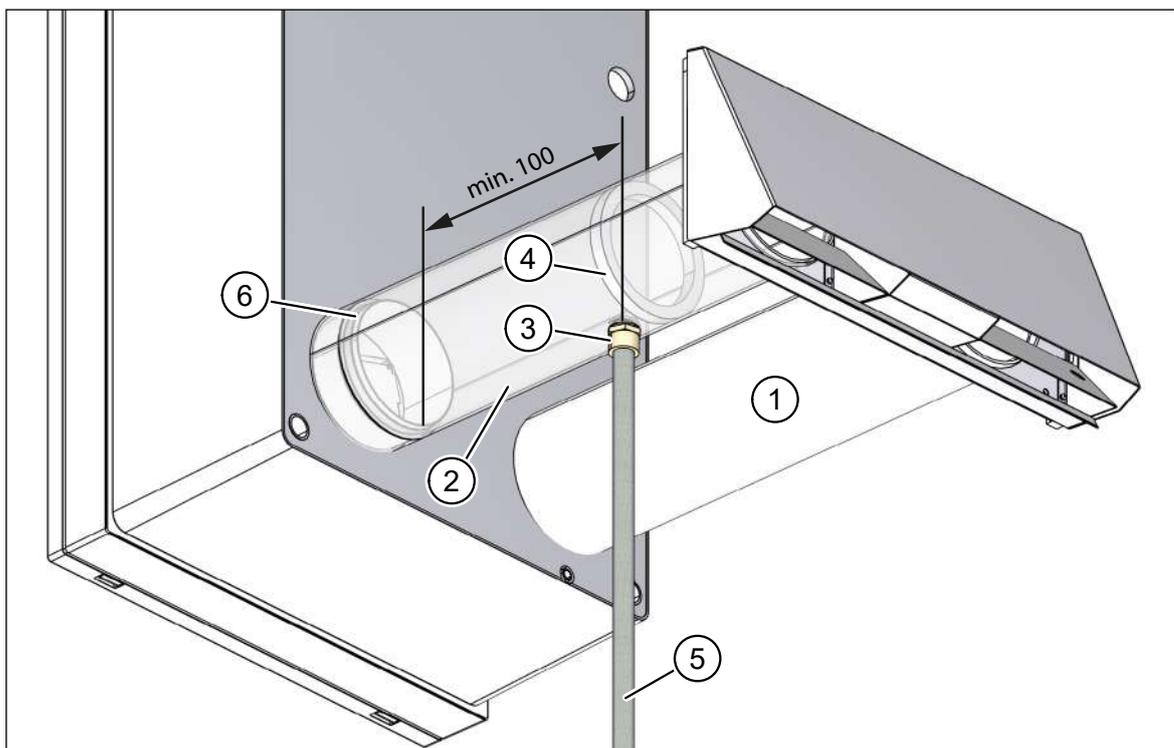

Abb. 63: Kondensatabführung am Fortluftrohr, Maß in Millimeter
- Außenluftrohr, DN 100, 0,5 m (Pos. 1 in Abb. 63)
- Fortluftrohr, DN 100, 0,5 m (Pos. 2 in Abb. 63), mit 1/2“-Außengewindeanschluss (Pos. 3 in Abb. 63) und Barriere (Pos. 4 in Abb. 63) zum Rückhalten des Kondensats.
- Schützen Sie das Kondensatableitungsrohr (Pos. 5 in Abb. 63) in kalten Regionen vor Frost, z. B. durch Verlegung hinter der Fassadendämmung.
- Beachten Sie den Mindestabstand von 100 mm zwischen Kondensatableitungsrohr (Pos. 5 in Abb. 63) und Fortluftstutzen (Pos. 6 in Abb. 63).